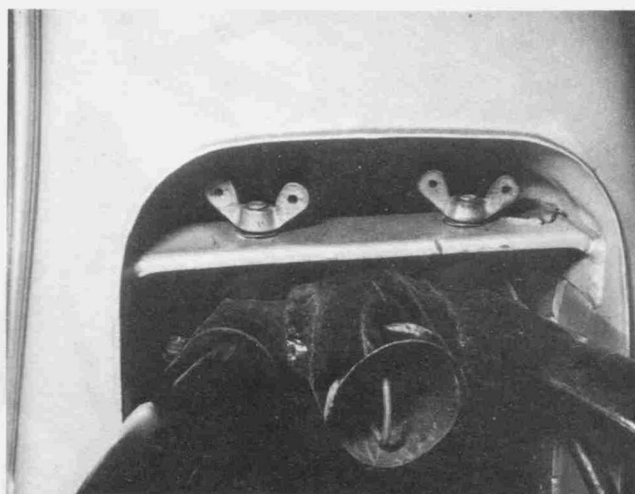

Bild 274
- Die zwei Flügelmuttern am hinteren Ende des Kraftstoffbehälters abdrehen (Bild 274).